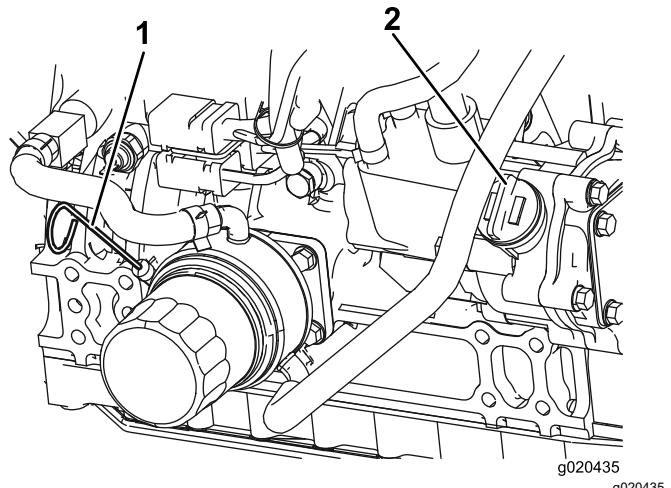

Figura 73
Il livello dell'olio deve trovarsi tra i parametri di sicurezza (Figura 73).
- Se l'olio non raggiunge i parametri di sicurezza, togliete il tappo di riempimento (Figura 73) e aggiungete olio finché il livello non raggiunge la tacca Pieno.